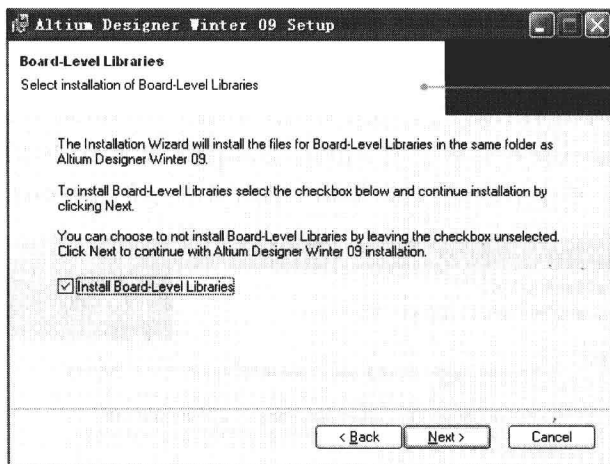
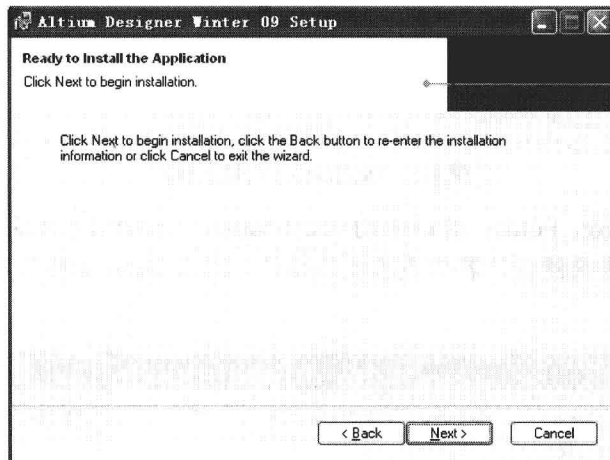

图 1-7 Board-Level Libraries 窗口
图 1-8 Ready to Install the Application 窗口
(7) 选择软件安装的路径后, 单击 Next 按钮, 显示如图 1-7 所示 Board-Level Libraries 窗口。
(8) 如果需要安装板级的库文件, 就勾选图 1-7 中的 Install Board-Level Libraries 对话框, 单击 Next 按钮, 出现如图 1-8 所示的 Ready to Install the Application 窗口。